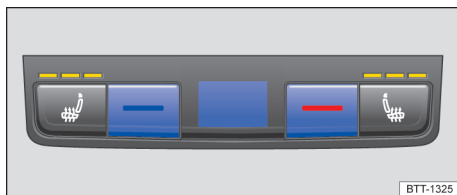

Fig. 114 No console central traseiro: comandos para os bancos traseiros.
- Pressionar os botões  e  → Fig. 114 para regular a temperatura.